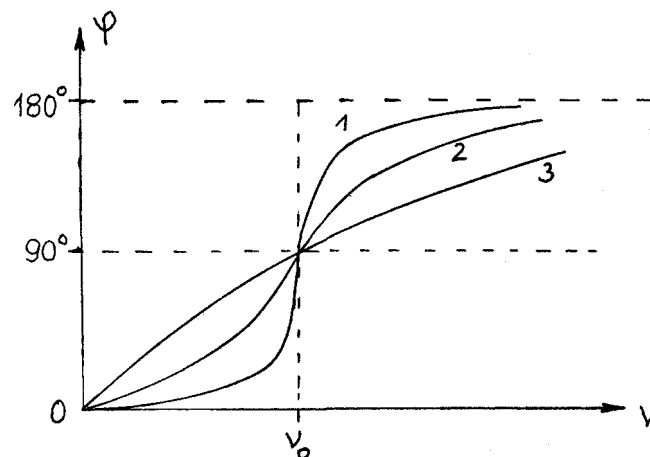

Abb. 3.8: Abhängigkeit der Phasenverschiebung von der Erregerfrequenz.
Abb. 3.8 zeigt die Abhängigkeit der Phasenverschiebung zwischen Resonator und Erreger bei kleiner (1), mittlerer (2) und großer Dämpfung (3). Die Phasenverschiebung ist bei niedrigen Erregerfrequenzen zunächst klein, nimmt aber mit der Frequenz zu und erreicht bei der Eigenfrequenz den Wert 90° . Für hohe Frequenzen nähert sich φ dem Wert 180° . Die meiste Energie nimmt der Resonator bei der Eigenfrequenz ν_0 auf, gleichgültig wie groß die Dämpfung ist.